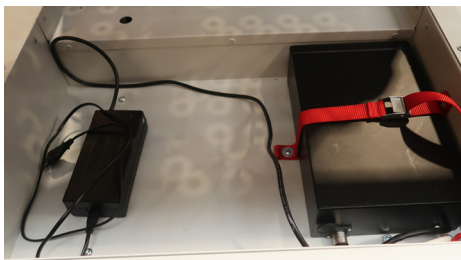

Figure 1
- a. Déconnecter puis reconnecter le connecteur rapide de la batterie (Figure 1 - Connecteur rapide de la batterie).
- b. Le voyant du chargeur de la batterie doit passer au **ROUGE** (Figure 1 - Voyant rouge du chargeur) pour indiquer la charge de la batterie